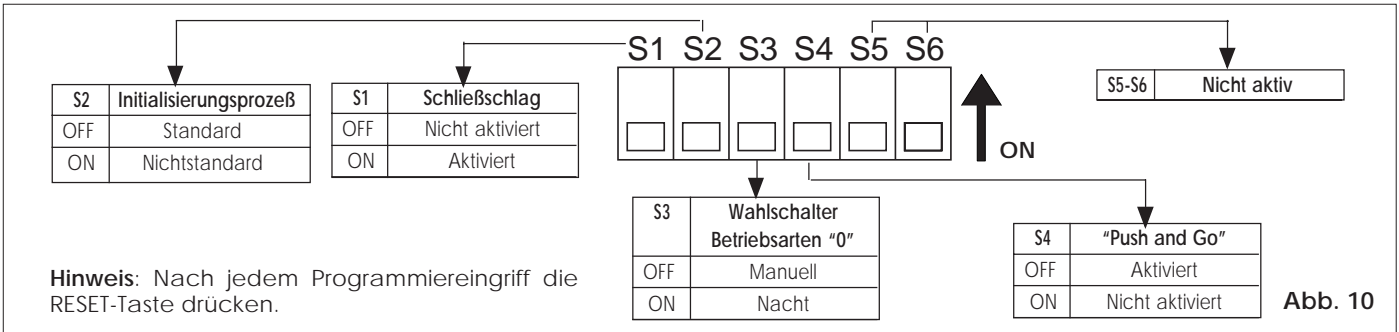

Abb. 10
- 4) Sämtliche Mikroschalter der Programmierereinheit (Abb. 10) müssen auf **OFF** stehen.
5.3. PROGRAMMIERUNG DER MIKROSCHALTER (Abb. 10)
Mit einer Reihe von Mikroschaltern auf der Programmierereinheit können die in Abb. 10 gezeigten Betriebsarten angewählt werden. Bei Anlieferung des Systems sind sämtliche Mikroschalter auf OFF gesetzt.